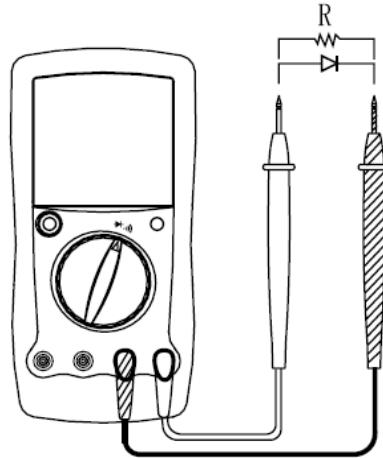

Рис. 6
D. Проверка диодов (см. рис. 6)
E. Проверка непрерывности цепи (см. рис. 6)